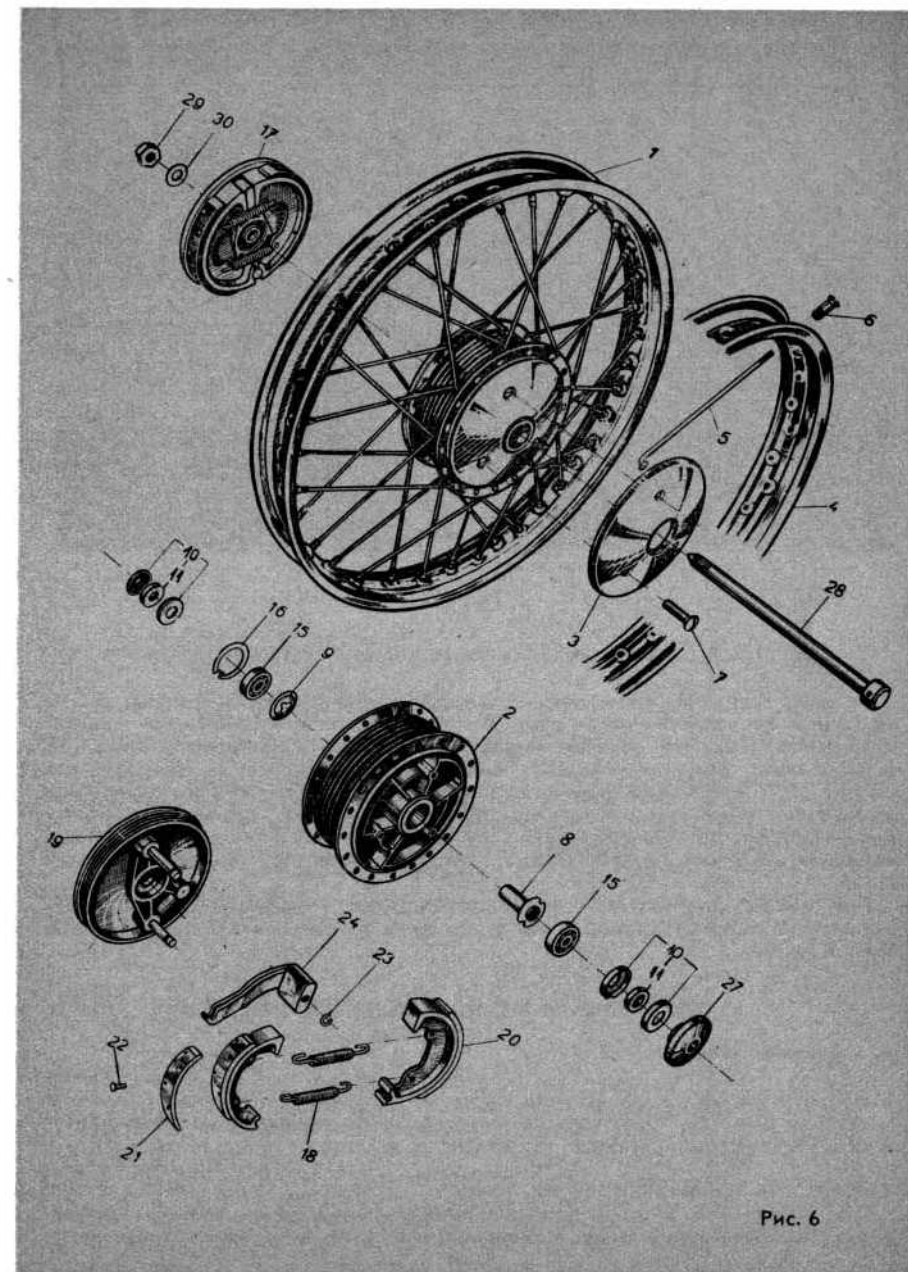

Рис. 6
6. СНЯТИЕ ПЕРЕДНЕГО КОЛЕСА (РИС. 6)
9. ДЕМОНТАЖ ТОРМОЗОВ (РИС. 6).